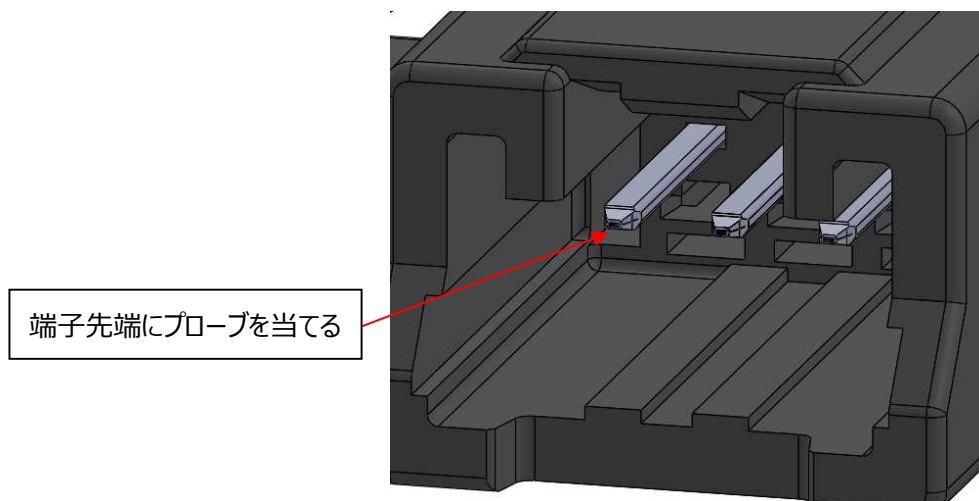

図 41. オスコネクタ導通検査接点
- ① オスコネクタの導通検査を行う時は、端子先端に 0.5N 以下の荷重でプローブを当てて検査を行って下さい。0.5N 以上の荷重を加えた場合、端子が変形する場合があります。(図 41 参照)
- ② 端子に変形や傷が見られた場合は、使用せず、新品と交換して下さい。